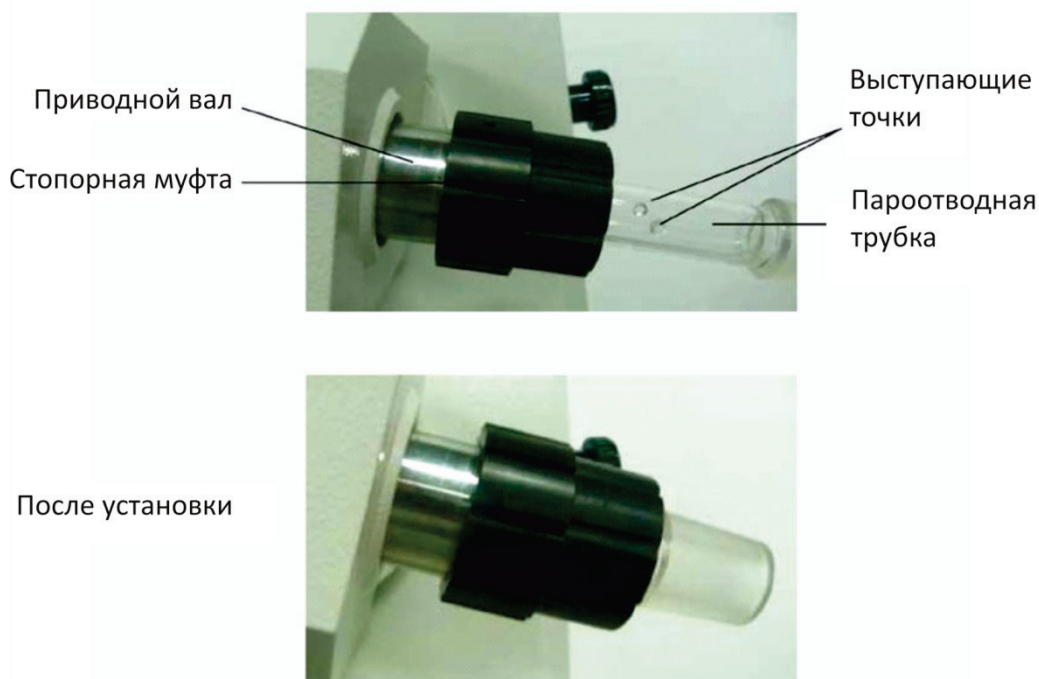

Рисунок 2
8.2. Монтаж пароотводной трубки (Рисунок 2).